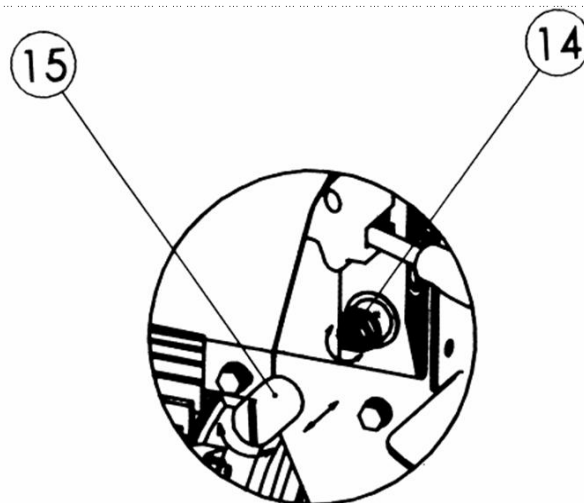

Bild 17
### **JUSTERA INTE JUSTERINGSSKRUVEN (14) BILD 17 FÖR MAX TRYCK!**
Justeringsskruven för max tryck är skyddad med en plastpropp (15 (bild 17) och den **FÅR ALDRIG** lossas eller justeras.